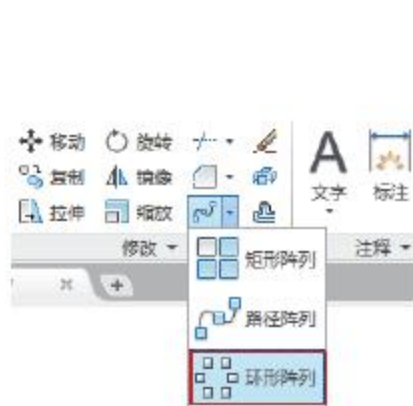

图4-50 单击按钮
- 功能区：在【默认】选项卡中，单击【修改】面板中的【环形阵列】按钮，如图4-50所示。